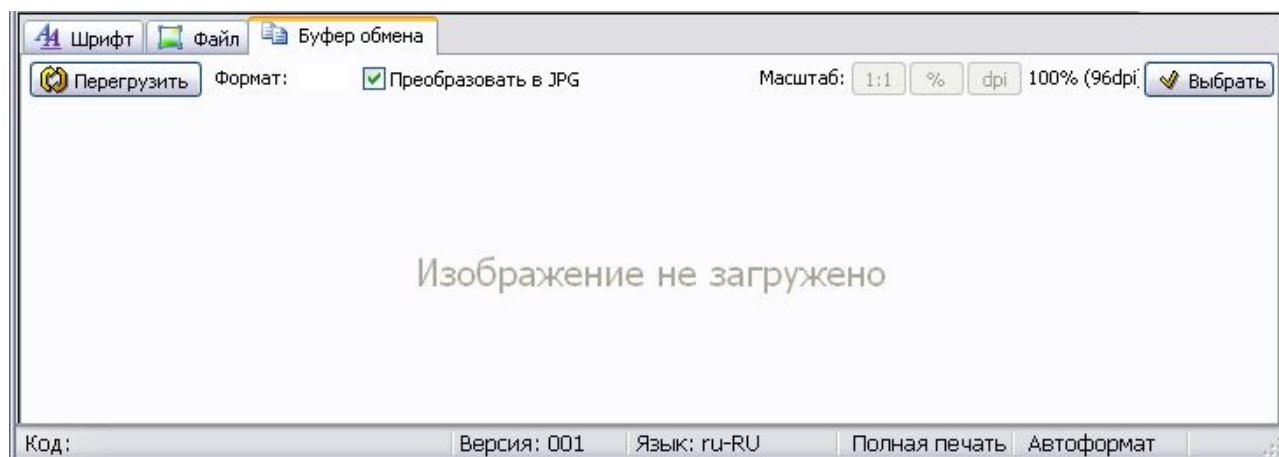

Рис. 3.30
2. Выберите инструмент **Вставка символа** . При этом под инструментальными панелями откроется дополнительное окно (Рис. 3.30).
3. Перейдите на вкладку **Буфер обмена** (Рис. 3.30).